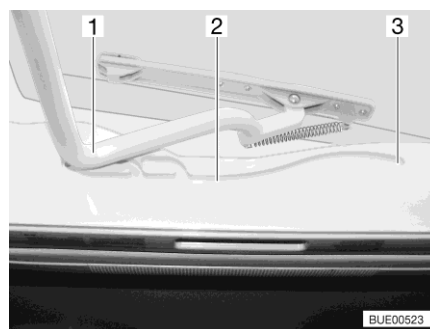

Fig. 81 Guida (oblò Heki)
- Tirare la staffa (Fig. 81,1) nelle guide (Fig. 81,2) fino alla posizione più all'indietro (Fig. 81,3).
- Spingere la staffa (Fig. 81,1) leggermente verso l'alto con ambedue le mani.
- Tirare la staffa nelle guide (Fig. 81,2) fino alla posizione desiderata.